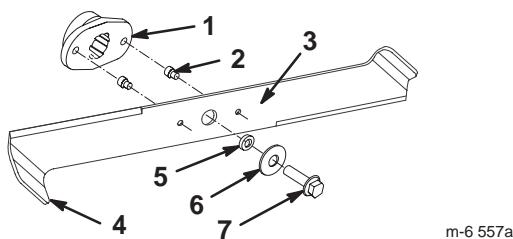

Figure 35
2. Inspectez les tranchants des lames (Fig. 35). Si elles ne sont pas tranchantes ou si elles présentent des indentations, déposez et aiguisez les lames (voir Aiguisage des lames, page 32).
3. Inspectez les lames, surtout les bords recourbés (Fig. 35). Si vous remarquez que les lames sont usées ou endommagées à cet endroit, remplacez-les immédiatement.
4. Si les goupilles de cisaillement sont cassées, remplacez-les immédiatement (Fig. 35).
3. Enlevez les boulons, les rondelles et les lames (Fig. 35). Pour enlever chaque boulon, bloquez la lame en introduisant une cale en bois entre la lame et le carter de tondeuse.
- Installez les lames, les rondelles et les boulons de lames (Fig. 35).